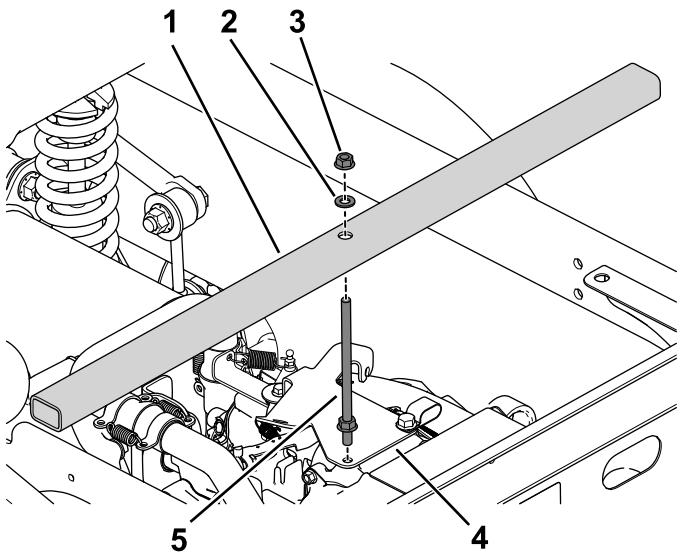

図 13
1. スロットルブラケットからフランジボルトを取り外す図 13。
2. ブリッジサポートをエンジンに取り付けるフランジナット2個、ワッシャ、スレッドロッドを使用する図 13。